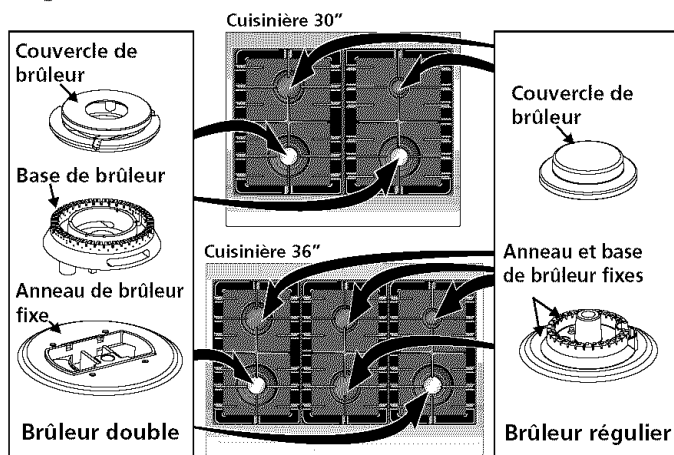

Figure 17
Cet appareil est muni de brûleurs scellés tel que montré (Figure 17). Toutes les pièces sont actuellement aux bons endroits. Notez où elles vont. **Assurez-vous d'enlever tout le matériel d'emballage qui se trouve sous le brûleur double.** Les autres brûleurs sont fixes. Vérifiez que les brûleur soient correctement alignés et à niveau.
B. Le brûleur de surface doit s'allumer lorsque le gaz est disponible au brûleur supérieur. En fonctionnement normal, chaque brûleur doit s'allumer dans un délai de quatre (4) secondes après que l'air ait été purgé des canalisations d'alimentation. Regardez si le brûleur est allumé.
4. Réglez la position LOW des robinets (voir Figure 17) des brûleurs de surface réguliers (voir Figure 18):
5. Réglez la position LOW des robinets (Figure 17) du brûleur de surface double (voir Figure 19):